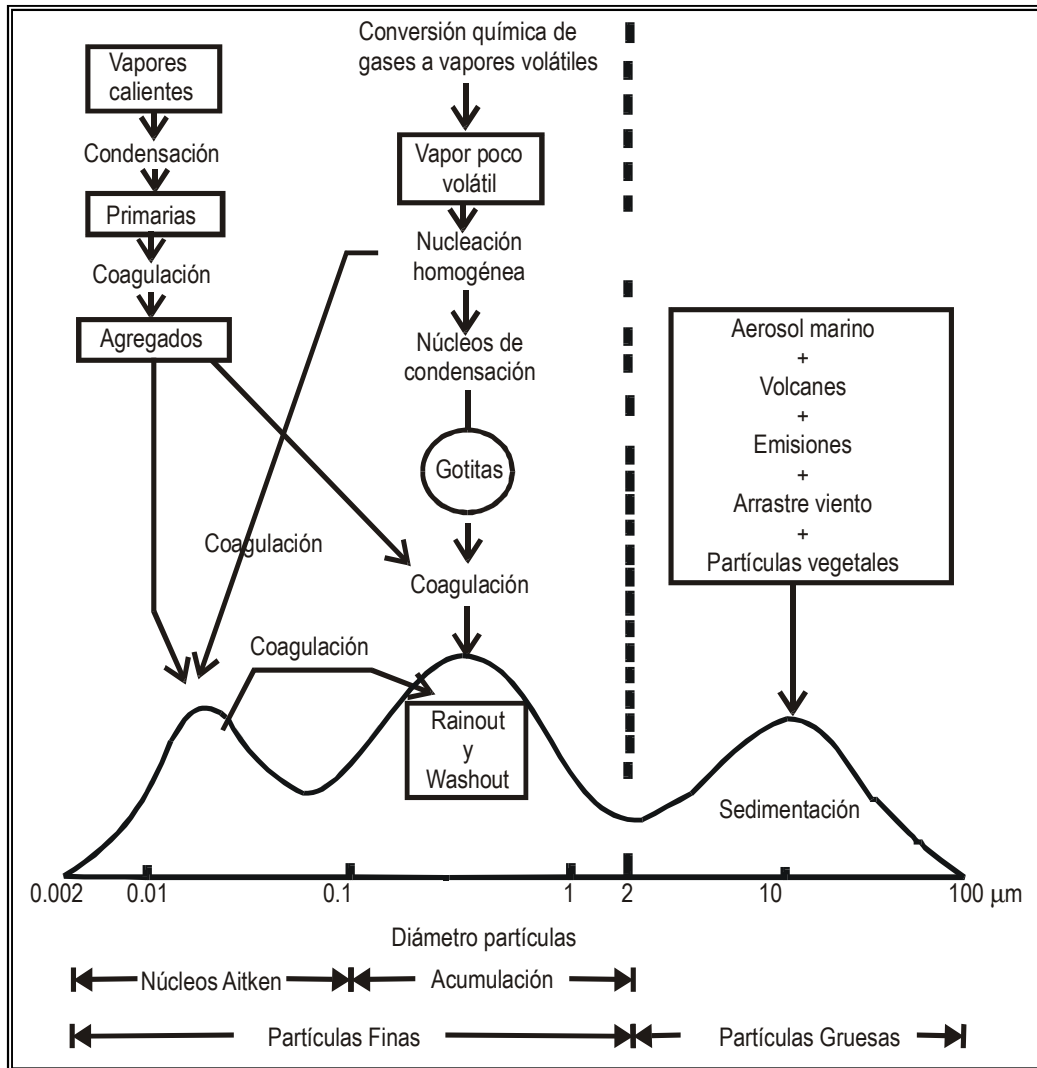

Figura 7. Distribución de tamaños del aerosol atmosférico
- Clasificación según tamaño (figura 7)